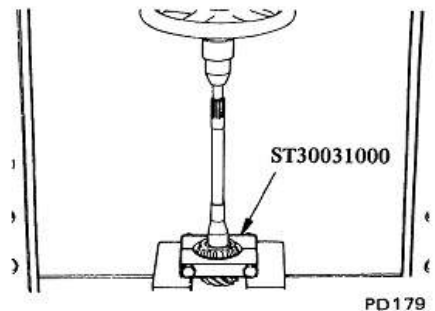

Fig. PD-14 Dépose de la piste intérieure du roulement arrière du pignon
8. Maintenir le cône du roulement arrière dans l'extracteur spécial ST30031000 et le séparer du pignon d'attaque à la presse. Voir figure PD-14.